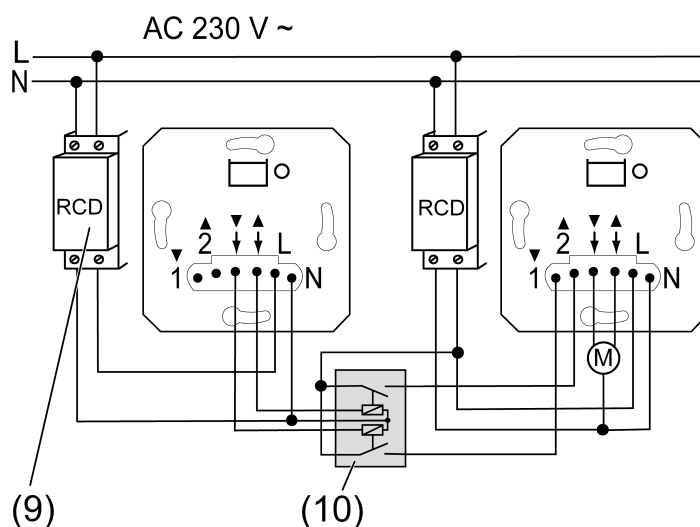

Bild 4: Anschlussbeispiel zwei RCD-Kreise
- Die Geräte nach Anschlussbeispiel anschließen (Bild 4).